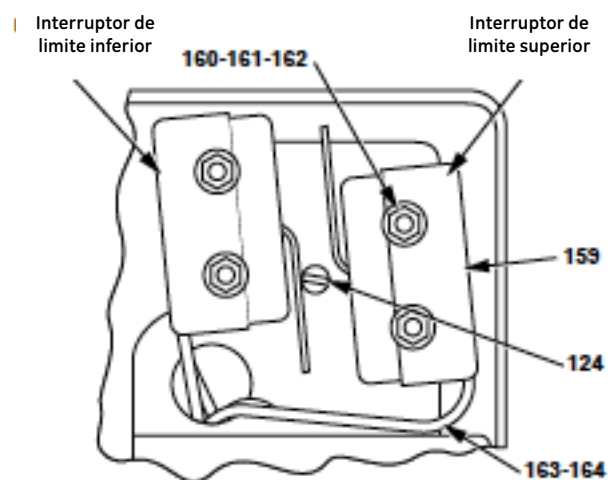

Figura 13 - Instalação do interruptor de fim de curso
3.4 Interruptores de fim de curso (Figura 13)